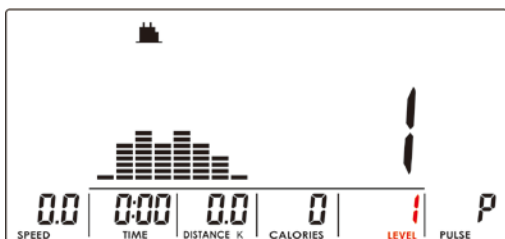

Рисунок 10
2. С помощью UP или DOWN отрегулируйте уровень нагрузки (Рисунок 10).